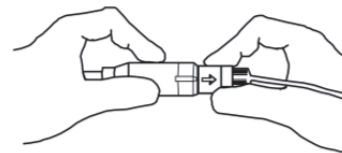

図 1
- (1) 滅菌済手袋を着用し、ケーブル側のコネクタに付いた矢印と電極カテーテル側のコネクタに付いている目印を合わせる。
- (2) 電極カテーテル側のコネクタにケーブル側のコネクタを差し込む(図1)。カチッと音がするまで差し込むと、電極カテーテル、ケーブルの両コネクタがしっかりと固定される。